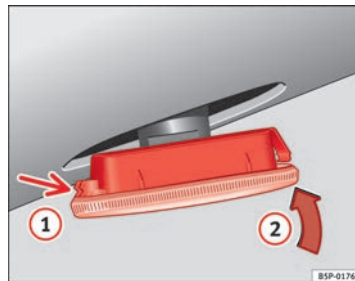

Abb. 154 Seitliche Blinker
- Setzen Sie den Blinker durch Einrasten der Halterungen ① ⇒ Abb. 154 zuerst in die Aufnahme in der Karosserie und anschließend in Pfeilrichtung ② ⇒ Abb. 154 ein.